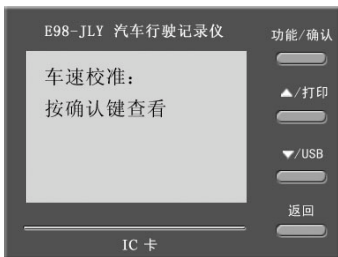
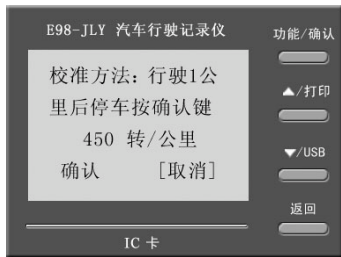

图 19
图 20
1) 在车速传递系数未知的情况下, 通过插入“管理员卡”, 在车辆行驶过程中, 先按“功能”键, 再按“▲”或“▼”选择到“车速校准”项(如图 19), 按“确认”, 待车辆行驶里程为 1 公里后停车, 再按“确认”后得到车辆特征系数(如图 20)。此时按“返回”到初始界面, 记录仪显示速度应是与车辆速度一致的。